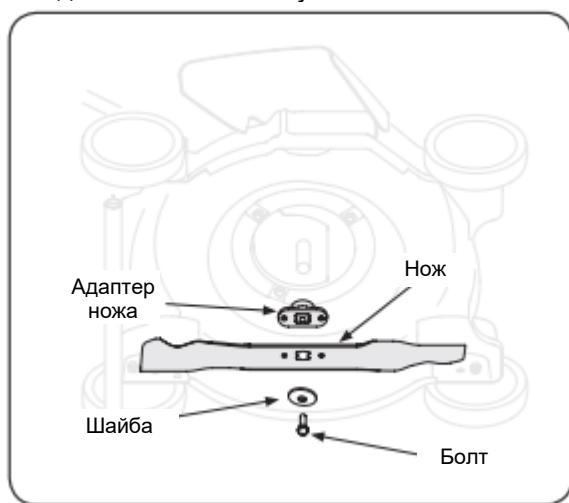

Рисунок 8-1.
2. Выверните болт и снимите шайбу ножа, которая крепит его и адаптер к валу двигателя. См. Рисунок 8-1.
3. Снимите нож и адаптер с вала. См. Рисунок 8-1.